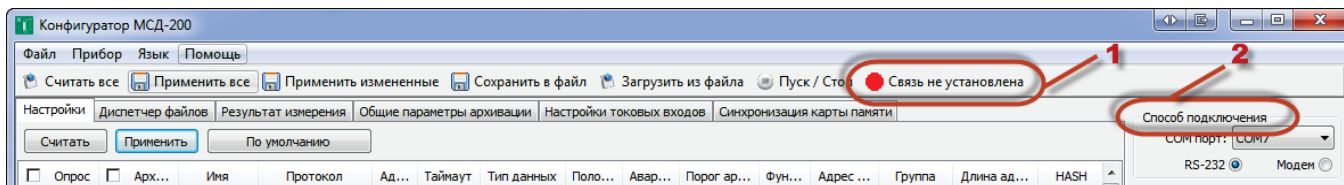

Рисунок 7.1
7.2.2 Связь с прибором контролируется индикатором, находящимся справа от кнопки «Пуск/Стоп» (смотри рисунок 7.1 – ссылка 1). Если связь с прибором установлена, индикатор окрасится в зеленый цвет. В случае неудачной попытки соединения индикатор связи остается окрашенным в красный цвет, а на индикаторе «статистика сети» количество «пакетов» приблизительно равно количеству «ошибок» (во вкладке «способ подключения» рисунок 7.1 – ссылка 2). Разрыв соединения осуществляется нажатием кнопки «СТОП».
7.2.4 После определения необходимо перейти в раздел «Способ подключения» (рисунок 7.1 – ссылка 2) и отметить точкой «RS-232» или «Модем». В зависимости от выбранного значения, появится одну из следующих окон: